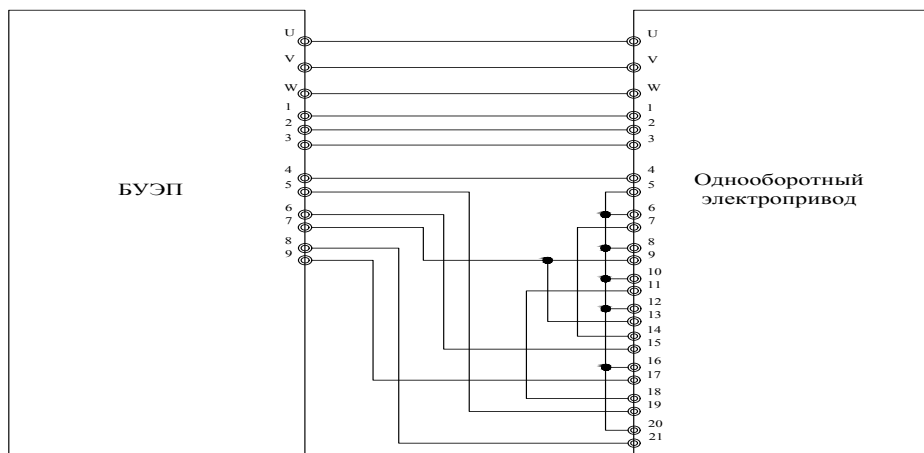

Рис.5 Блок-схема подключения БУЭП к электроприводу (для электросхемы на рис.4)
**В случае использования для дистанционного управления электроприводом ГЗ-ОФ блока БУЭП применяется схема, приведенная на Рис. 5.**